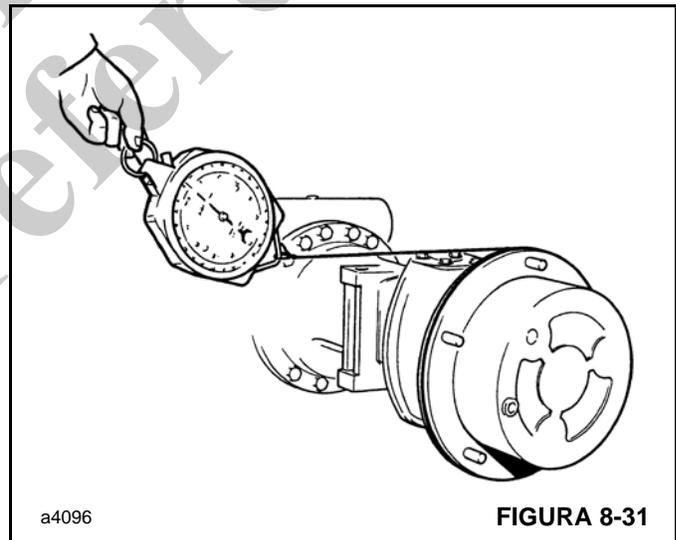

FIGURA 8-31
- a. Utilize uma balança de mola e um cordão enrolado ao redor do flange do transportador planetário Figura 8-31. Puxe a balança de mola de modo a girar o cubo; faça isso várias vezes para vedar a base e registre a leitura.